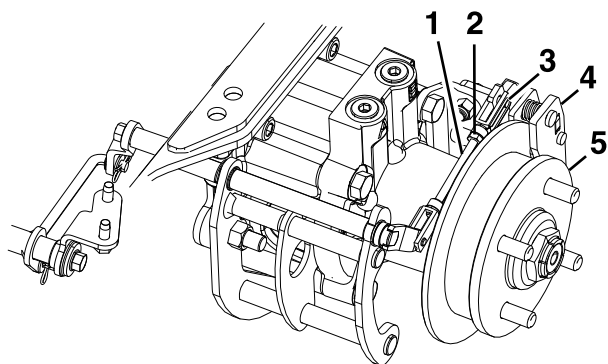

Figure 60
9. Installez la tringlerie arrière sur le levier coudé et la goupille au moyen de l'axe de chape à ressort (Figure 60).
10. Poussez le levier d'étrier vers l'avant avec le doigt pour éliminer le jeu entre l'étrier et le moyeu (Figure 60).
12. Réglez la tringlerie arrière de sorte à aligner les trous, puis installez l'axe de chape à ressort (Figure 60).
13. Serrez l'écrou de blocage sur la tringlerie arrière (Figure 60).